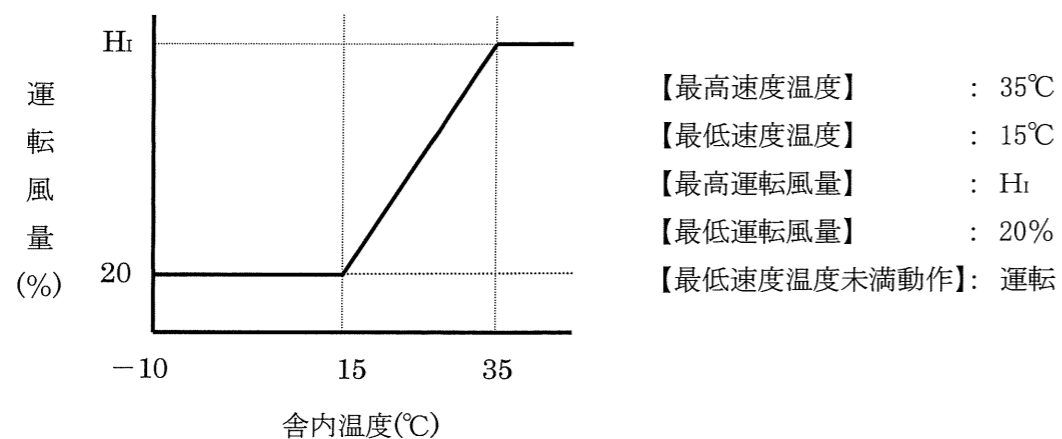
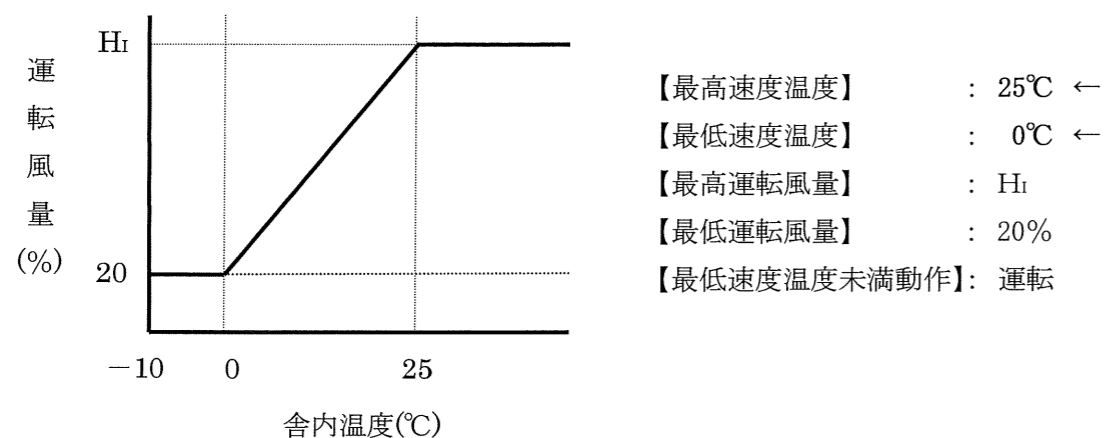

図2 自動運転 室内温度-風量特性 《 初期値 》
図3 自動運転 室内温度-風量特性 《 設定例1 最高・最小速度温度設定を変更した場合 》
- ・ 操作方法をご覧になって自動運転を行いますと、図2の初期値通りの運転や、図3・4・5の設定例のような自動運転設定ができます。(図中←部は初期値から変更したデータです。)